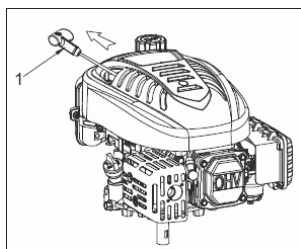

Fig. 3
**⚠ ADVERTENCIA:** No permita que la empuñadura de arranque (1) se contraiga contra el motor. Póngala de vuelta suavemente para evitar daños en el arrancador (Fig. 3).